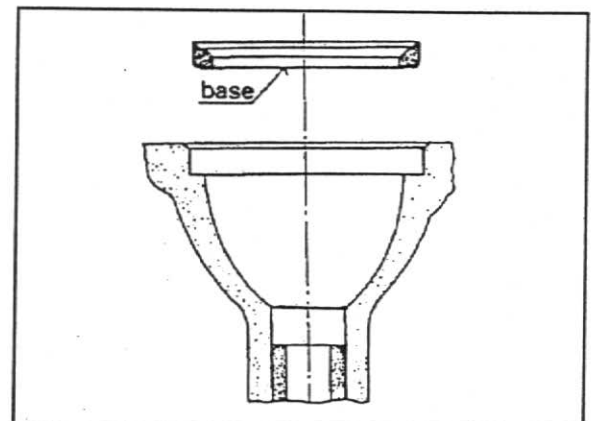

Fig. 24
2. Posicione a sede postiça com a base voltada para o alojamento, fig.24.